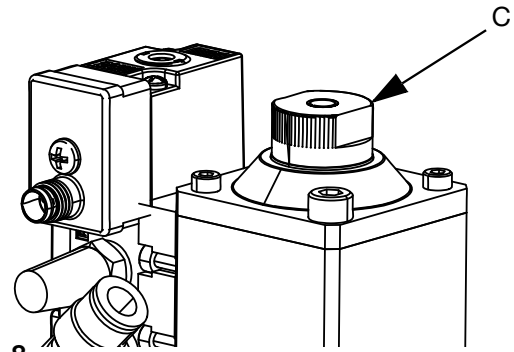
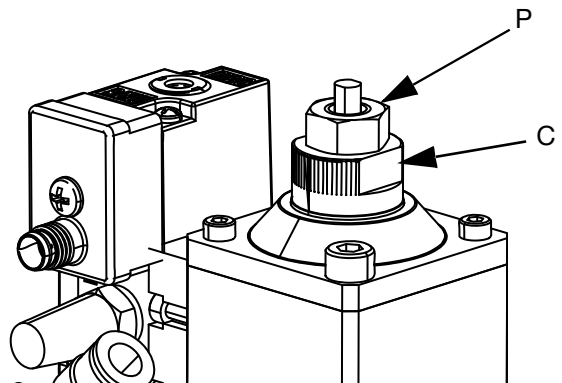

Рис. 8
Рис. 9
Регулировка расстояния открытия раздаточного клапана осуществляется при помощи регулировочной гайки (C), расположенной на верхней части клапана. Данное действие предотвратит утечку материала из сопла и седла. См. Рис. 8.
- 1. Поворачивайте регулировочную гайку (C) по часовой стрелке до фиксации клапана в закрытом положении. См. Рис. 8. При использовании клапана с обратным движением материала поверните регулировочную гайку (C) против часовой стрелки, чтобы уменьшить расстояние открытия клапана. См. Рис. 9.
- 2. Медленно отвинтите регулировочную гайку (C), а затем включите подачу давления воздуха до получения желаемого расхода.
- 3. При использовании клапана с соплом с обратным движением материала плотно затяните стопорную гайку (P) таким образом, чтобы зафиксировать регулировочную гайку (C). См. Рис. 9.